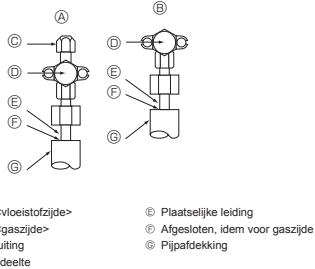

Fig. 5-4
5.4. Luchtdichtheid van de koelstofpijpen testen (Fig. 5-4)